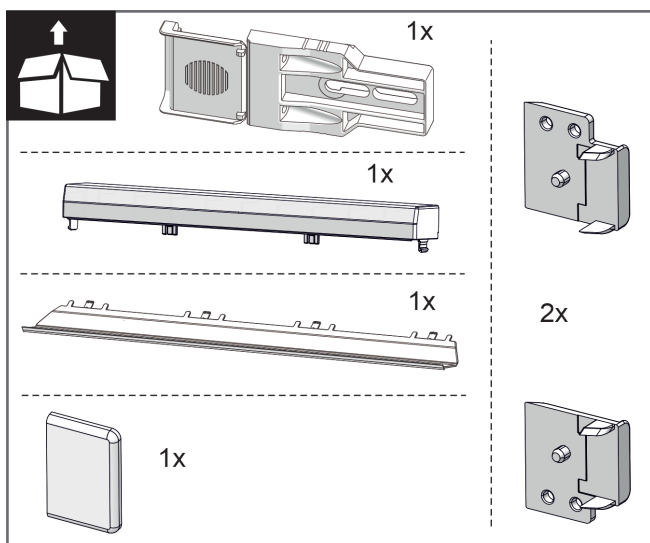
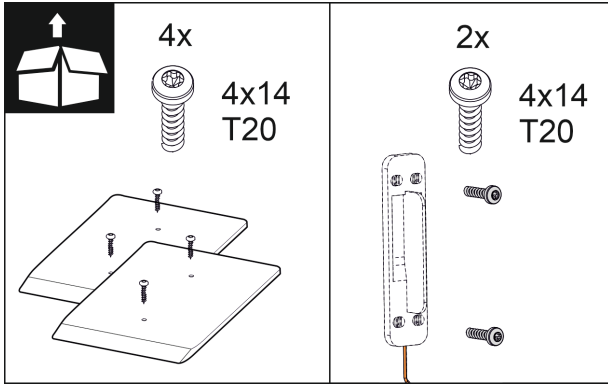

Fig. 10
Fig. 16
2. Kontrollera monteringsdelarna i tillbehörspaketet. *Fig. 10 ()* till *Fig. 16 ()*
Monteringsdelar i tillbehörspaketet Fig. 10 () till Fig. 16 ()